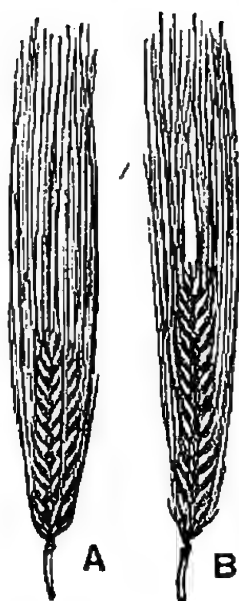

Fig. 335, 336.
**7. Orge.** — L'orge (*fig. 335, 336*) se sème au printemps ou à l'automne, suivant les variétés; elle réussit bien dans les terres *calcaires*. On l'emploie surtout dans la fabrication de la bière (*Voir 47e leçon*).